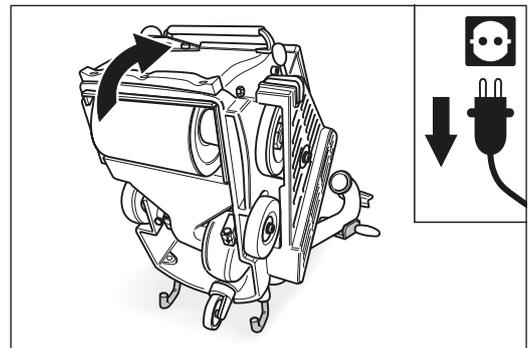

Fig. 34 Basculez la machine vers l'arrière pour contrôler son réglage. **Veillez à la bonne stabilité de la machine !**
**2** Basculez la machine au-dessus de l'étrier vers l'arrière de manière que le logement de roues apparaisse (fig. 34). **Veillez à la bonne stabilité de la machine !**
- 3 Basculez la machine au-dessus de l'étrier vers l'arrière (fig. 34). **Veillez à la bonne stabilité de la machine !**
- 2 Penchez la machine en arrière au moyen de l'étrier support (fig. 34). **Veillez à la bonne stabilité de la machine !**